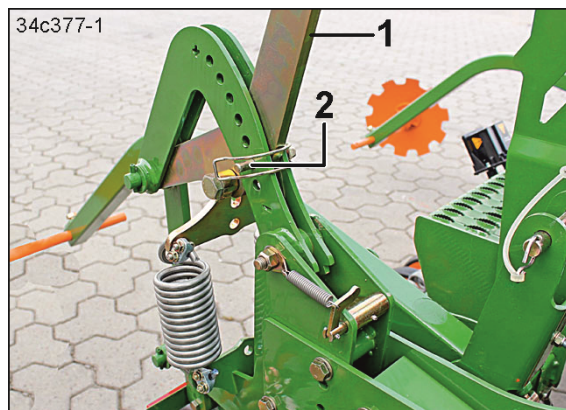

Fig. 201
2. Træk kort i håndtaget (Fig. 201/1), og fjern rørringsplitten (Fig. 201/2).